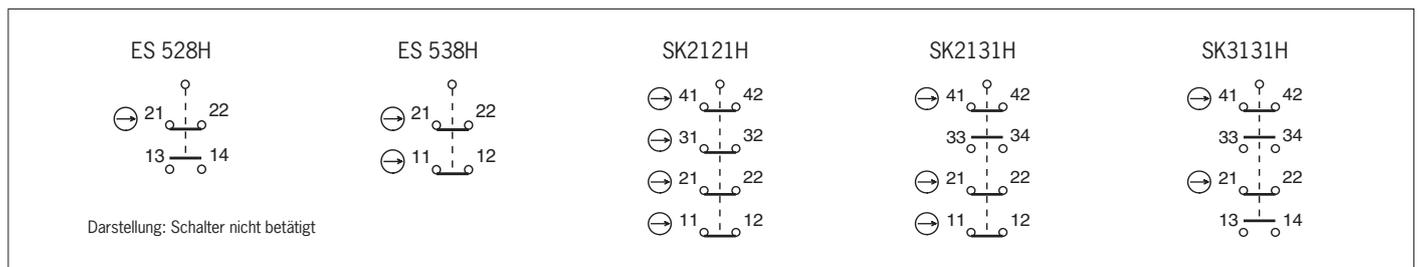

Bild 6: Kontaktbelegung der Schaltelemente
Es muss mindestens ein Kontakt ⊖ verwendet werden. Dieser signalisiert die Stellung der Schutz-einrichtung (Kontaktbelegung siehe Bild 6).
2. Anschließen und Klemmen mit 0,5 Nm anziehen (Kontaktbelegung siehe Bild 6).